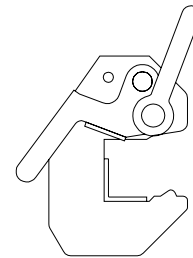

Fig. 39.3
1. Ouvrir le levier de sécurité au maximum (Fig. 39.3).